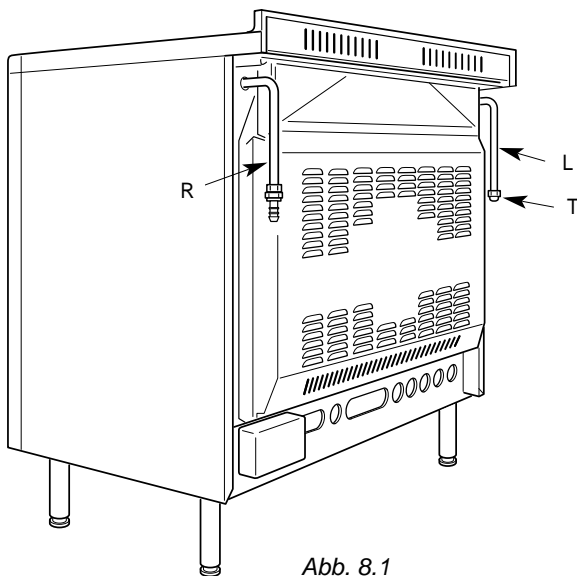

Abb. 8.1
- Die Gaszufuhr wird an der Rückseite des Herds (Abb. 8.1) an das R- oder L-Endstück des Gasschlauchs angeschlossen; der Anschluss Schlauch darf die Rückwand des Geräts nicht überkreuzen.